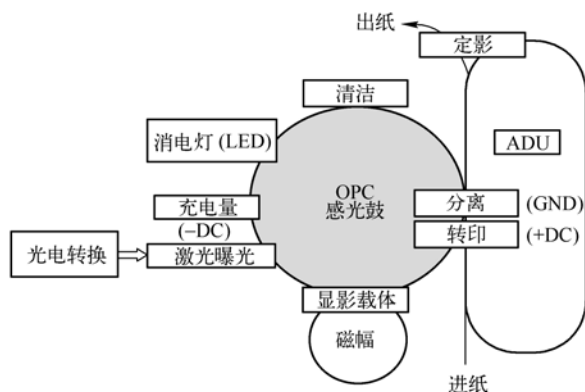

图 4-34 夏普 AR-318 数码复印机的工作流程
- ② 单击【打印】按钮；
- ③ 打开打印驱动程序属性窗口；
- ④ 选择机器的打印驱动程序；
- ⑤ 单击【首选项】按钮；
- ⑥ 单击“打印”对话框中的各个标签，以调整此标签页面上的设置；
- ⑦ 单击【纸张】标签；
- ⑧ 选择纸张尺寸；
- ⑨ 单击【确定】按钮。
- ⑩ 单击【打印】按钮，开始打印。
① 如图 4-34 所示，数码复印机工作流程为：充电、激光曝光、显影、转印、定影、清洁组成。